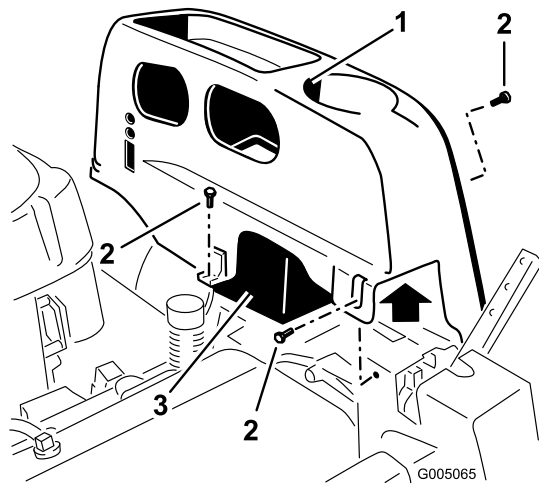

Figura 19
2. Retire los 25 tornillos TORX® que sujetan la cubierta izquierda al bastidor, según se muestra en Figura 19.